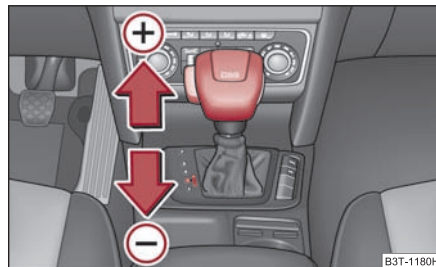

Fig. 148 Palanca selectora: cambio manual
- Presione ligeramente la palanca selectora (en la posición Tiptronic) hacia adelante ⇒ página 136, fig. 148 (+).